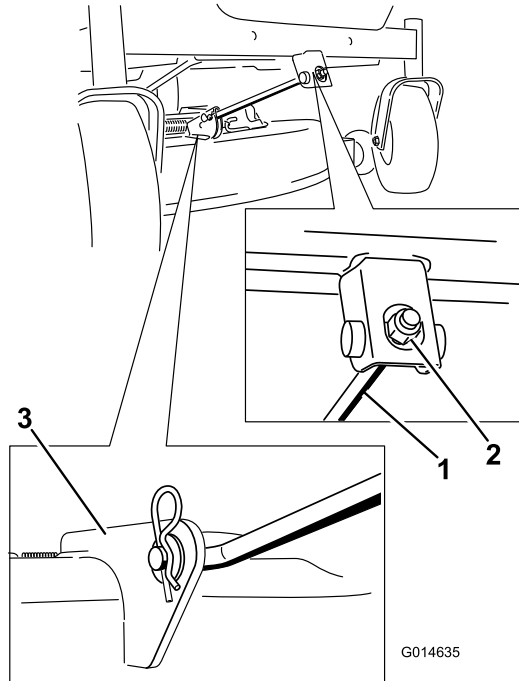

Figura 71
4. Retire la chaveta de la varilla de soporte delantera y retire la varilla del soporte de la carcasa (Figura 71).
8. Conecte la varilla de soporte delantera a la carcasa de corte con el pasador y la chaveta (Figura 71).